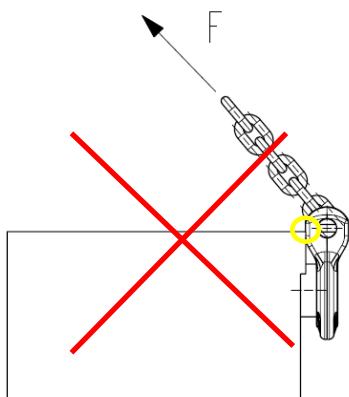

Bild 2: verbotene Anwendung
5. Die Last vorsichtig aufnehmen, das Anschlagmittel darf sich nicht am Bauteil abstützen (Bild 2).